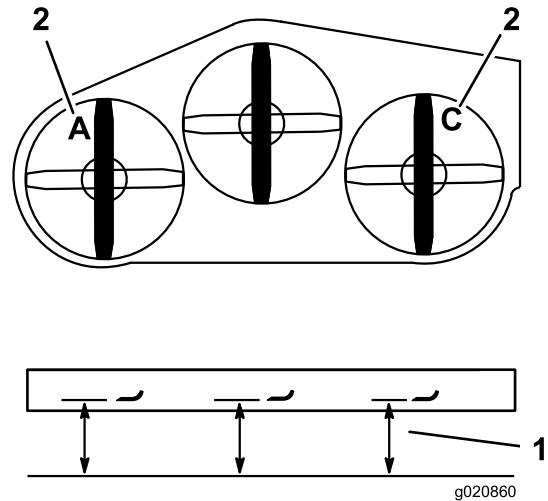

Figura 85
- Ajuste os parafusos de ajuste nas forquilhas, nos locais **A** e **C** para conseguir a altura correta (Figura 85).
- Meça a lâmina esquerda no local **A**, numa superfície nivelada à extremidade de corte da ponta da lâmina e registre esta medição (Figura 85).
- Meça a lâmina direita no local **C**, numa superfície nivelada à extremidade de corte da ponta da lâmina e registre esta medição (Figura 85).